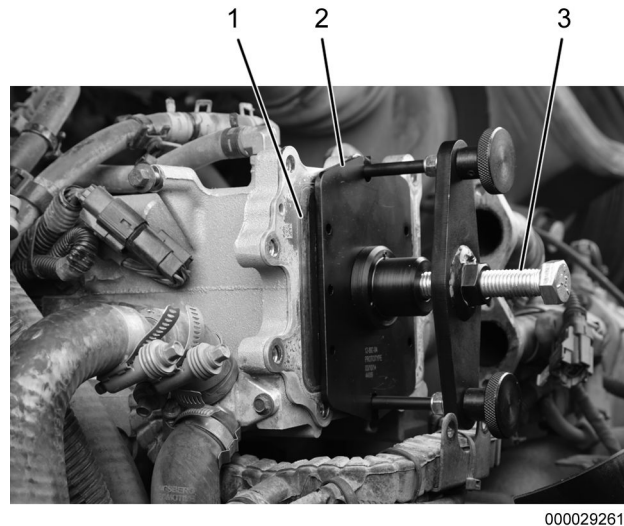

Figura 3. Placa de desmontaje del extractor del núcleo de EGR LT.
3. Apriete el tornillo de desmontaje del extractor del núcleo de EGR LT (Figura 3, elemento 3), con la mano, hasta que la placa de desmontaje (Figura 3, elemento 2) esté a nivel con el núcleo del enfriador EGR LT (Figura 3, elemento 1).